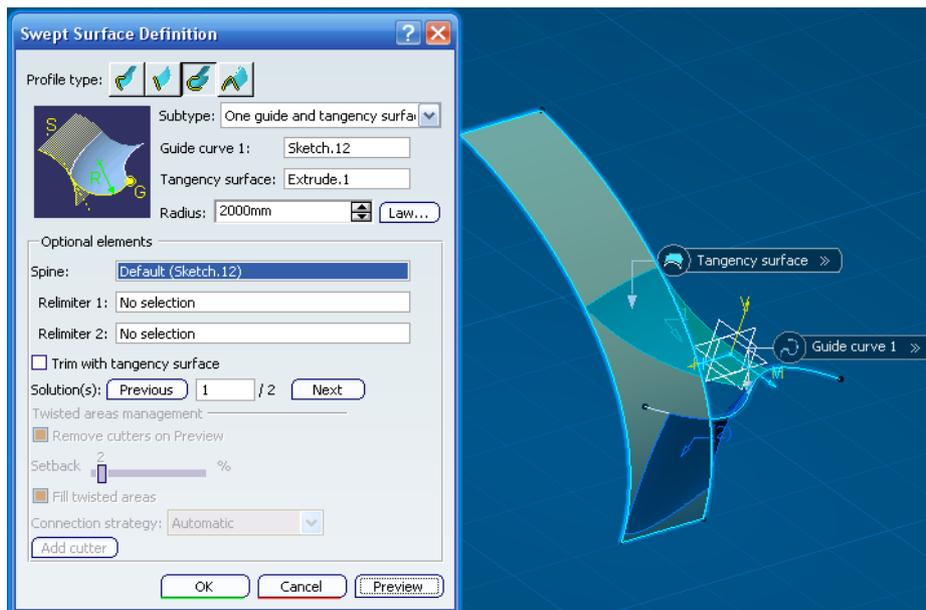

Ilustración 419: Definición y ejemplo de subtipo *One guide and tangency surface*.
6.- *One guide and tangency surface*: el barrido se crea a partir de una curva guía, una superficie de referencia a la que va a ser tangente y un radio. En la Ilustración 419 se muestra un ejemplo de este subtipo y su ventana de definición.